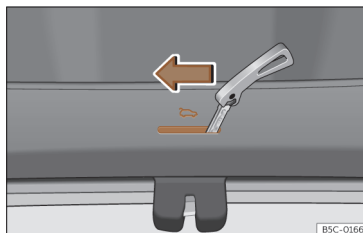

Fig. 90 Détail du coffre à bagages : déverrouillage d'urgence.
- Introduisez le panneton de la clé dans la rainure et déplacez la clé dans le sens de la flèche jusqu'à ce que vous déverrouilliez la serrure >>> **fig. 90**.